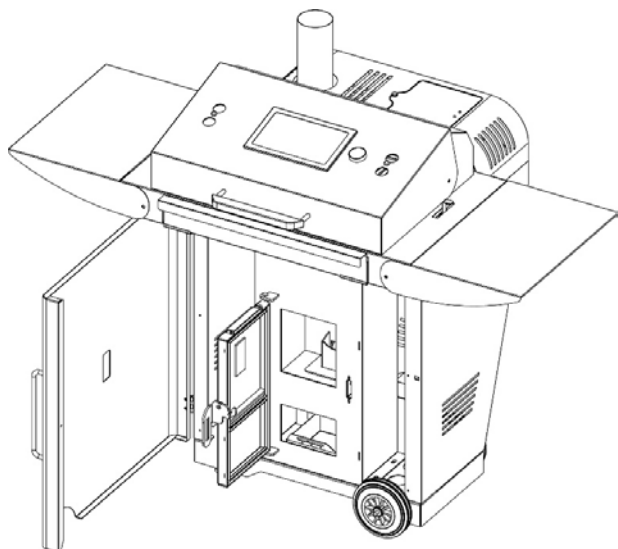

Abb.04
- Außentür und die Brandschutztür öffnen (Abb.04)